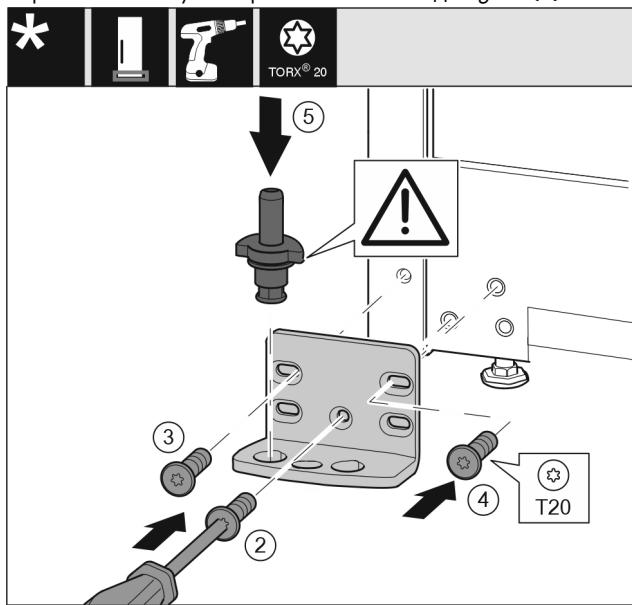

Fig. 15
- Встановіть опорний кронштейн з іншого боку і закріпіть гвинтами за допомогою викрутки T20. Почніть із гвинта 2 знизу посередині. Fig. 15 (2)
- Закрутіть гвинти 3 та 4. Fig. 15 (3,4)
- Вставте цілком опорний гвинт. При цьому виступ фіксатора повинен бути спрямований назад. Fig. 15 (5)